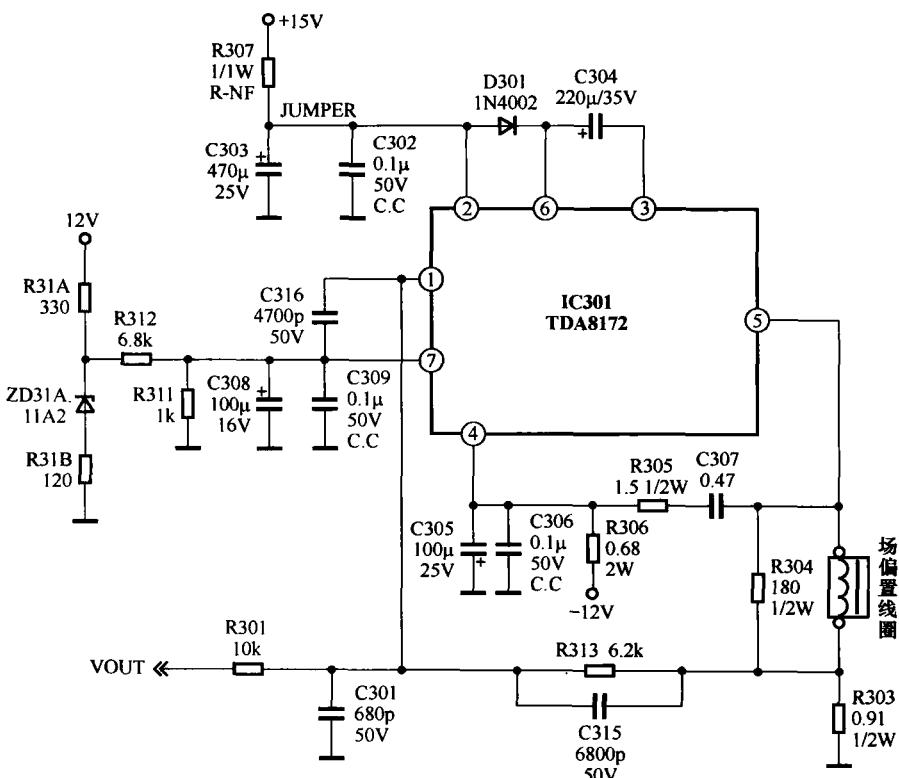

图 1-8 HPC1769 显示器场扫描电路
由于电路中一般都有多个电阻，因此通常在字母“R”后面添加一个数字来表示某一个电阻。例如在图 1-8 中，R311、R312 就表示了两个不同的电阻。只要一提到电阻 R311，我们就知道这个电阻的一端接地，一端与 IC301 的⑦脚相连。除了电阻外，这种字母加数字来表示不同的元器件方法，对于其他如电容、集成电路等元器件也适用。